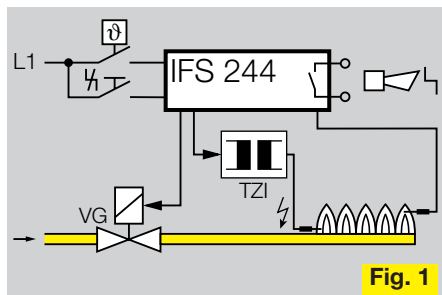

Fig. 1
- Fig. 1 Atmosphärische Brenner
- Fig. 1 Atmospheric burners
- Fig. 1 Инжекционные горелки